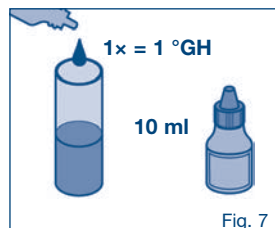

Fig. 7
1. Pour connaître la dureté totale de l'eau, il vous est possible de vous adresser au distributeur d'eau local ou de réaliser un test rapide (test en gouttes, fig. 7). Le tableau 1 du chapitre 10 indique le réglage bypass approprié et la capacité type du filtre en fonction de la dureté totale et du type d'utilisation.